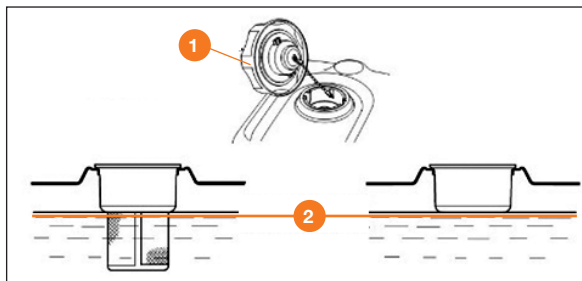

Рис. 17
- При низком уровне топлива долейте его до установленного уровня 2. После заправки топливного бака надёжно затяните пробку заправочной горловины 1 (Рис. 17).